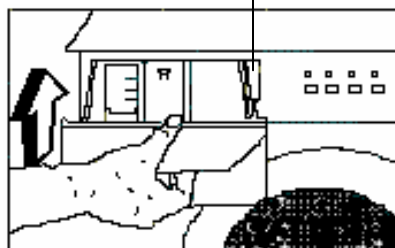

Fig 15
-  Soulevez l'avant du tiroir et continuez à tirer jusqu'à ce que celui-ci sorte de son emplacement (fig.15)